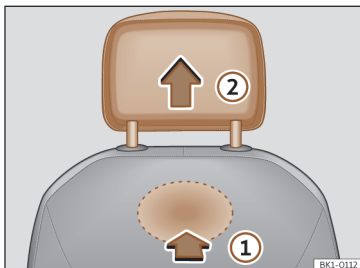

Fig. 72 Appuie-tête avant : démontage.
- Pour le déverrouiller, localiser l'évidement à l'arrière du dossier sur la zone marquée et appuyez dans le sens de la flèche >>> fig. 72 ①.
- Retirez l'appuie-tête dans la direction de la flèche ②.